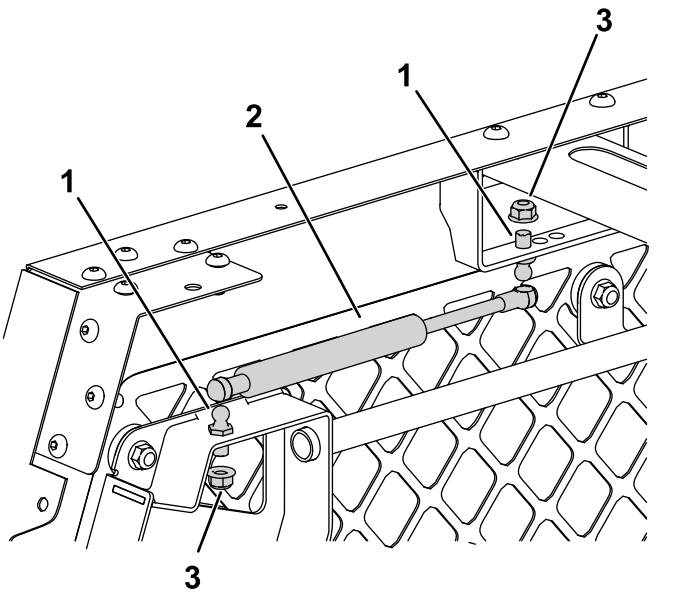

Figura 14
2. Utilize dois pinos esféricos e duas porcas flangeadas (5/16 pol.) em cada lado para prender as molas nos conjuntos da grade da porta e furos mais à frente da montagem de apoio (**Figura 14**).